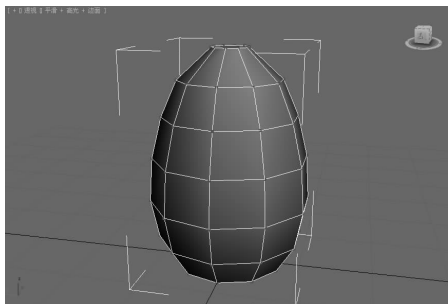

图 5-83 均匀缩放顶点后的对象 ▲
(2) 切换到圆柱体的“修改”命令面板,在其下拉列表中选择“编辑多边形”选项,单击“选择”卷展栏中的“顶点”按钮,单击主工具栏上的“选择并均匀缩放”按钮,在前视图中框选每行顶点并均匀缩放,将该圆柱体的顶点调整为如图 5-83 所示的形状。